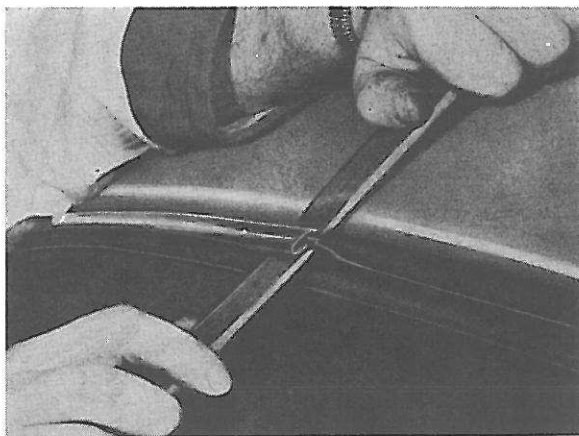
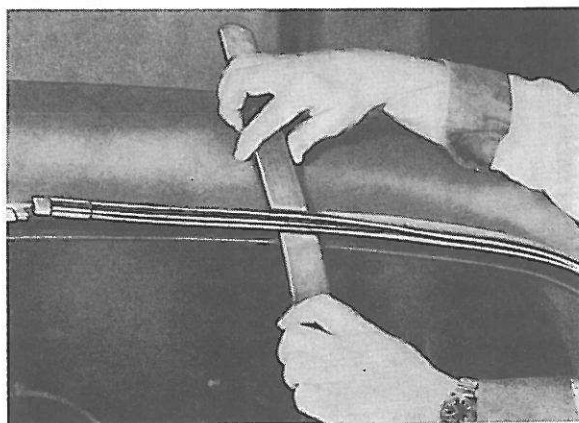

Figure 54. Délogement de l'enjoliveur du joint caoutchouc
Figure 55. Enlèvement de l'enjoliveur
3. A l'aide d'une chasse en bois humectée, déloger l'enjoliveur de la lèvre du joint caoutchouc et, au moyen d'une deuxième chasse, dégager l'enjoliveur en son milieu, figure 54. Lever avec précaution l'enjoliveur tout en dégageant le joint caoutchouc avec la deuxième chasse, figure 55.